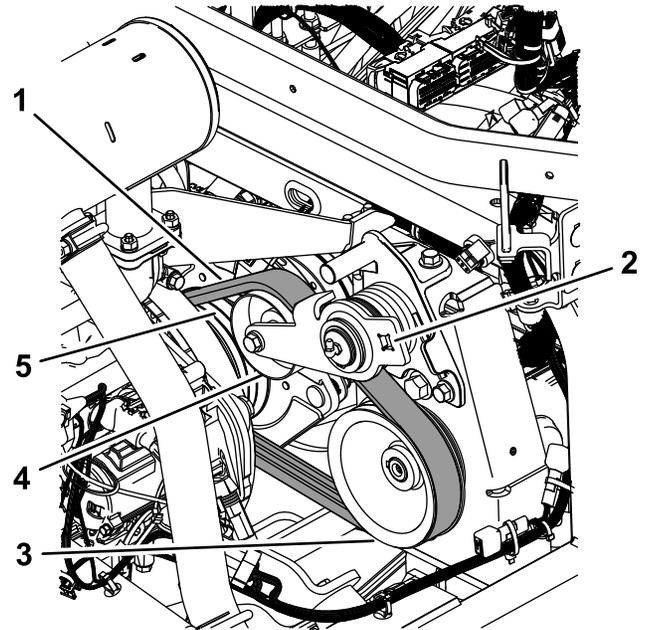

図 78
3. もう一人がベルトを、エンジンプーリ、アイドルプーリ、ポンププーリに取り付ける 図 78。